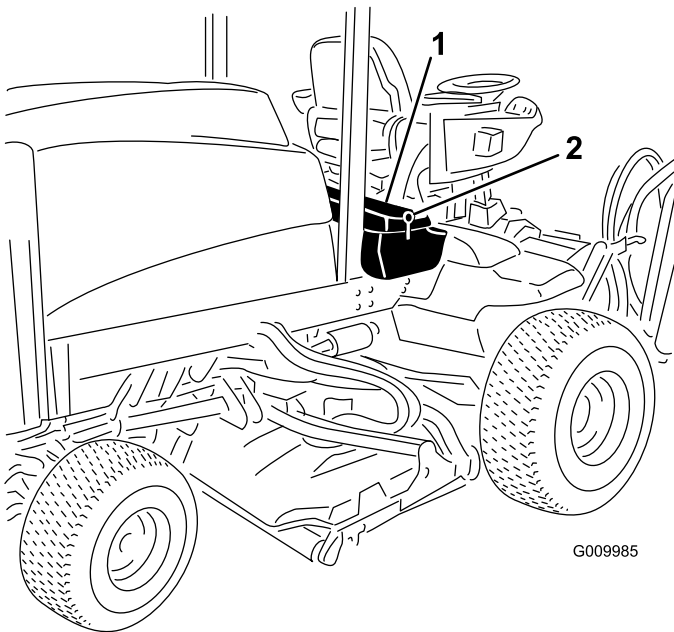

Bild 60
1. Entriegeln und heben Sie die Platte der Konsole an (Bild 60).